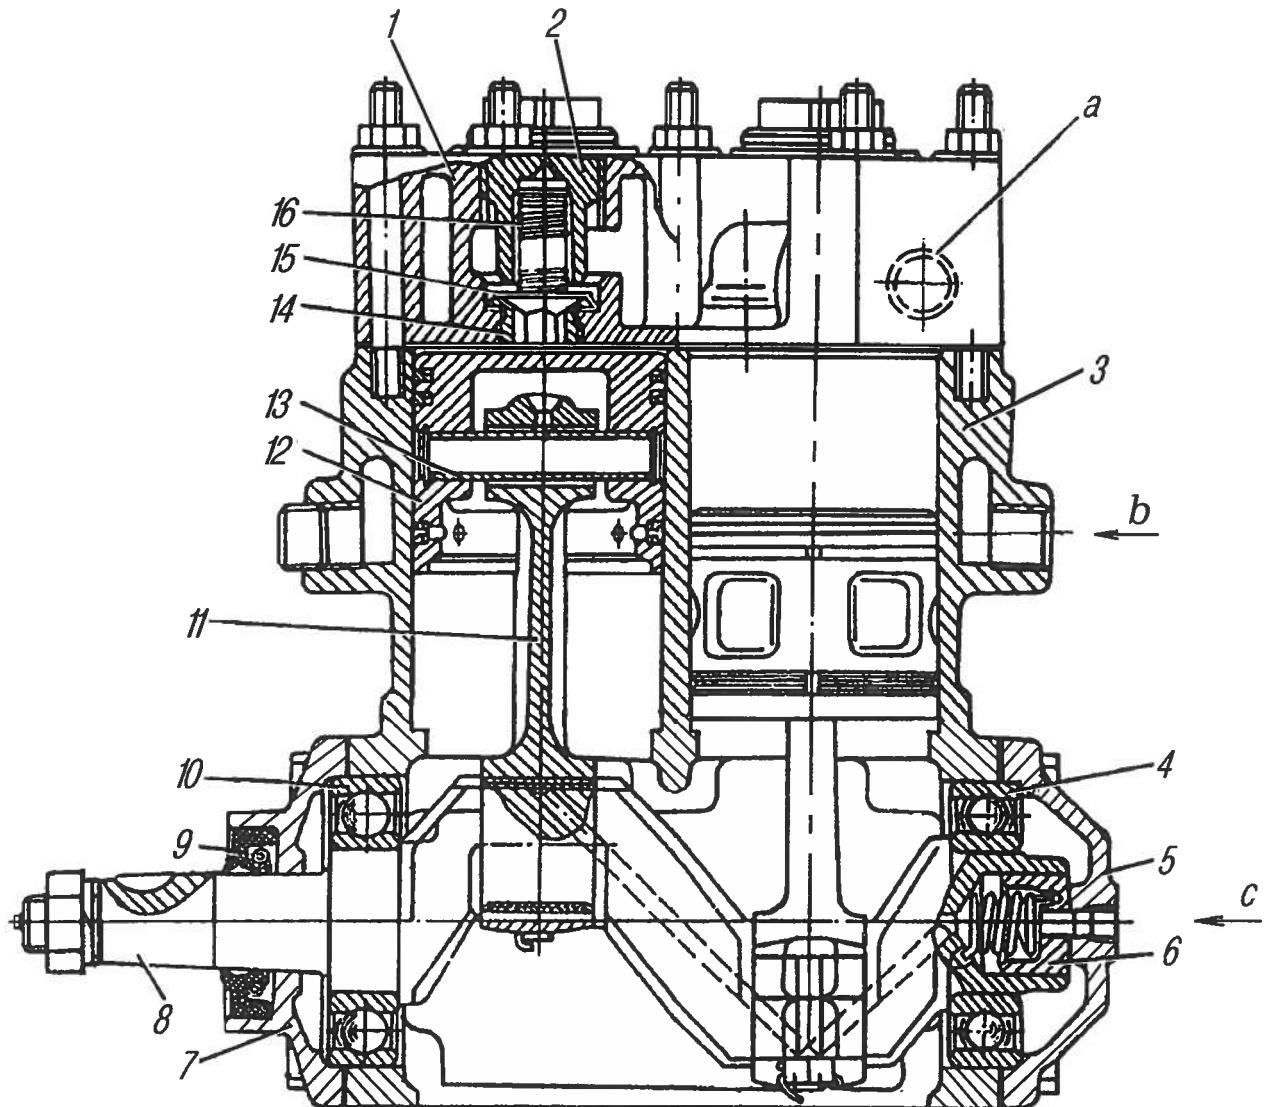

Рис. 65. Компрессор:
**Компрессор** (рис. 65) поршневого типа, непрямоточный, двухцилиндровый, одноступенчатого сжатия.